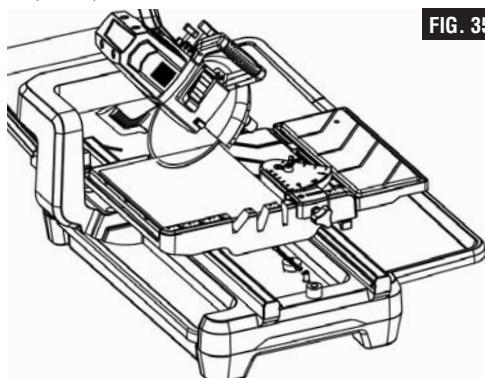

FIG. 35
7. En plaçant les mains fermement sur le guide longitudinal et le carreau en même temps, faites glisser doucement la table de travail coulissante en direction de la lame afin de mettre lentement le carreau en contact avec la lame. Puis continuez à pousser jusqu'à ce que la lame ait fini de couper le carreau (Fig. 35).